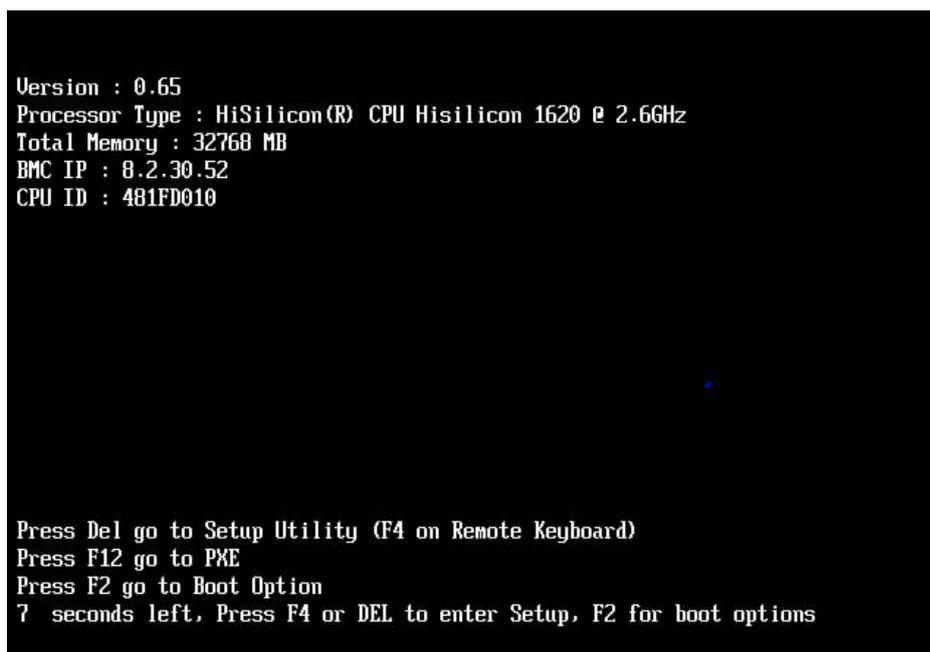

图 4-33 BIOS 启动界面
5. 服务器重启过程中，当出现如图 4-33 所示界面时，按“Delete”。